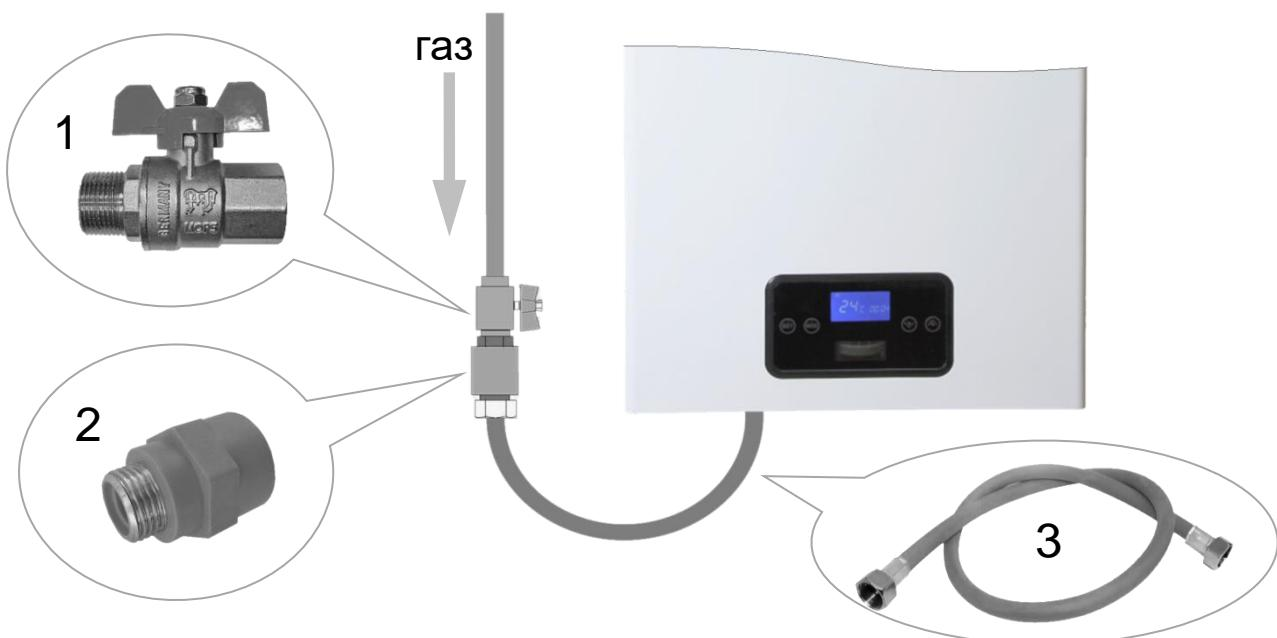

Рис. 16 Монтаж газовой линии.
- При монтаже газовой линии на входе газа в котёл обязательно **должен быть** установлен запорный газовый кран, который **должен быть** свободно доступен (См. Рис. 16).
- При подключении токопроводящими трубами или шлангами **рекомендуется** установить диэлектрическую вставку (См. Рис. 16).
- После присоединения газовой поводки (См. Рис. 16) к котлу **необходимо в обязательном порядке** провести проверку герметичности мест соединений. Проверка производится газоанализатором (детектором утечки газа) или путем обмыливания мест соединений мыльным раствором. Появление пузырьков означает утечку газа. **Утечка газа не допускается.**